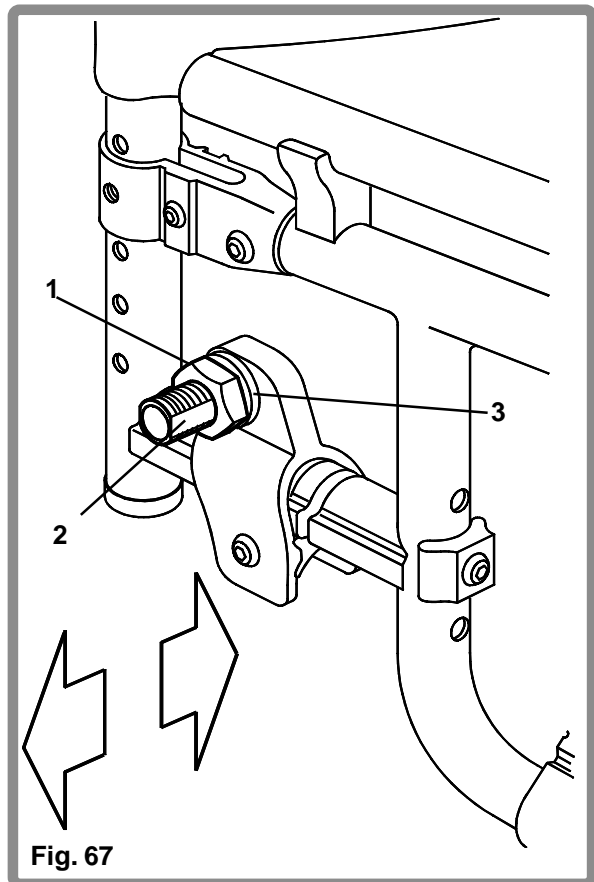

Fig. 67
De breedte van de wielbasis wordt afgesteld door de buitenste 28mm A/F asbus met linkse en rechtse draad (1) met een afstelbare sleutel los te maken en de asbus (2) in de gewenste positie te plaatsen. De moer moet met een koppelsleutel op 81Nm worden aangehaald (Fig. 67). Overtuig u ervan dat de vulring (3) geplaatst is alvorens de moer (1) aan te halen.